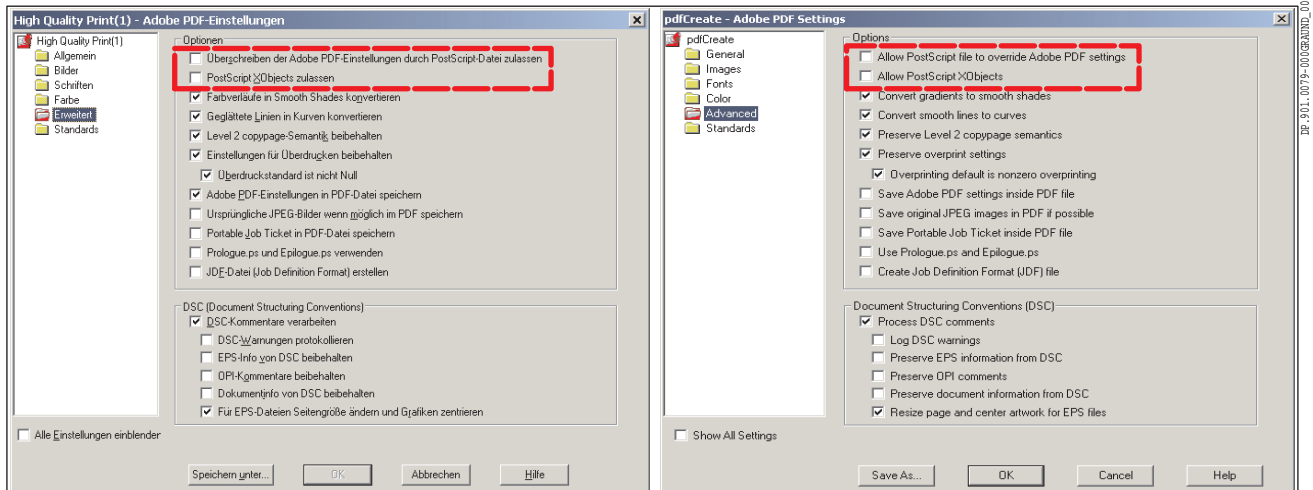

Abb. 40 Bereich **Erweitert**
2. Stellen Sie die Parameter im Bereich **Erweitert** ein wie in Abb. 40.